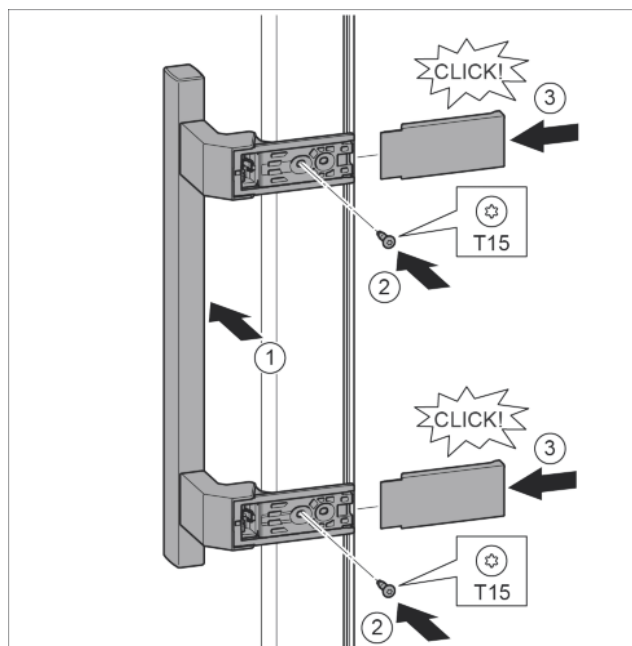

Fig. 39
- Установить ручку на противоположной стороне. Fig. 39 (1)
- Затянуть винты отверткой T15. Fig. 39 (2)
- Установить крышки сбоку и надвинуть. Fig. 39 (3)